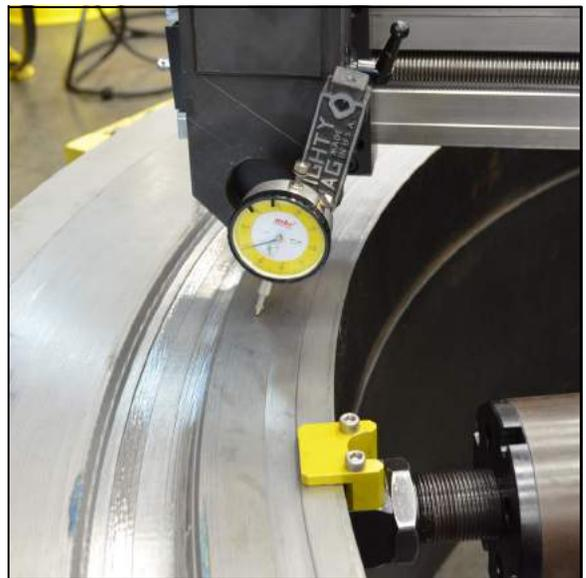

FIGURE 3-6. NIVELLEMENT ET CENTRAGE DU MANDRIN DI
6. Serrez les pieds de poussée, ajustez le niveau et centrez la machine (Figure 3-6). Voir la Section 3.6 pour de plus amples informations sur le centrage et le nivellement du mandrin DI.
11. Mettez la machine à niveau en tournant les vis de mise à niveau de chaque pied de nivellement avec l'indicateur à aiguille proche du réglage de niveau (Figure 3-6).